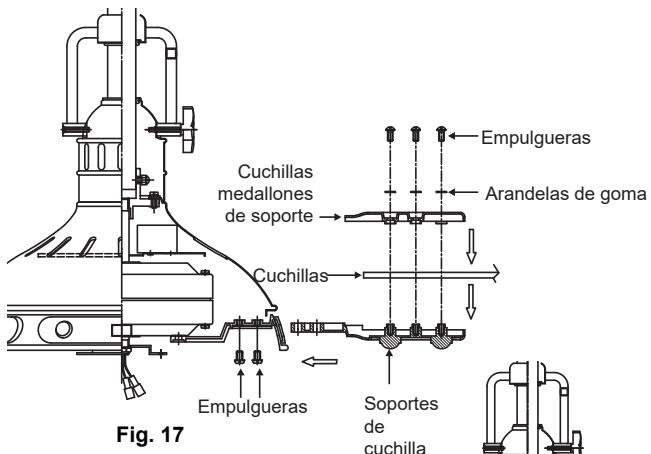

Fig. 17
**Paso 1.** Coloque una cuchilla entre un soporte de cuchilla y un medallón de soporte de cuchilla. Fije las tres piezas con los tornillos y arandelas de fibra provistas. (Fig. 17)
**Paso 2.** Fije cada conjunto de cuchillas al motor usando dos tornillos de montaje para cada conjunto de cuchillas. (Fig. 17) **NOTA:** Asegúrese de que estos tornillos de montaje estén bien apretados.